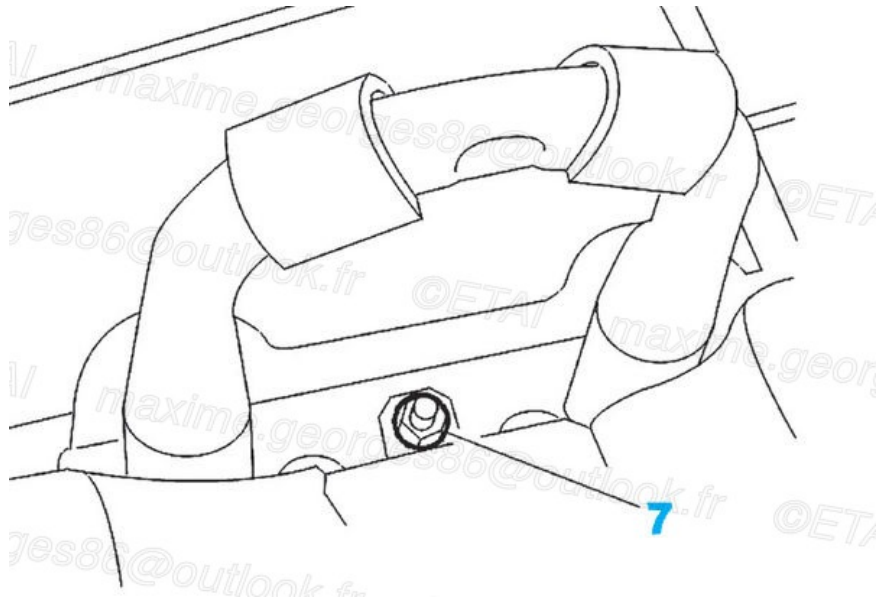

Fig.51
- Déposer la vis de fixation (7) du dossier de siège arrière (**Fig.51**)